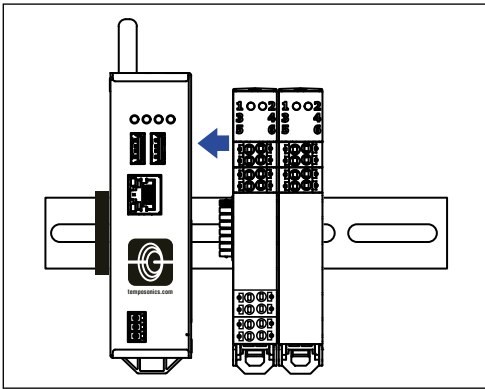

Abb. 7: Verschieben und Verbinden der Anschlussmodule an das Gateway
3. Schieben Sie die Anschlussmodule mit den Busverbindern gegen das Gateway (Abb. 7). Achten Sie darauf, dass die Busverbinder komplett in den Gegenstecker eingeschoben sind. Sichern Sie die Anschlussmodule gegen versehentliches Herausrutschen mit einer geeigneten Hutschienen-Klemme.